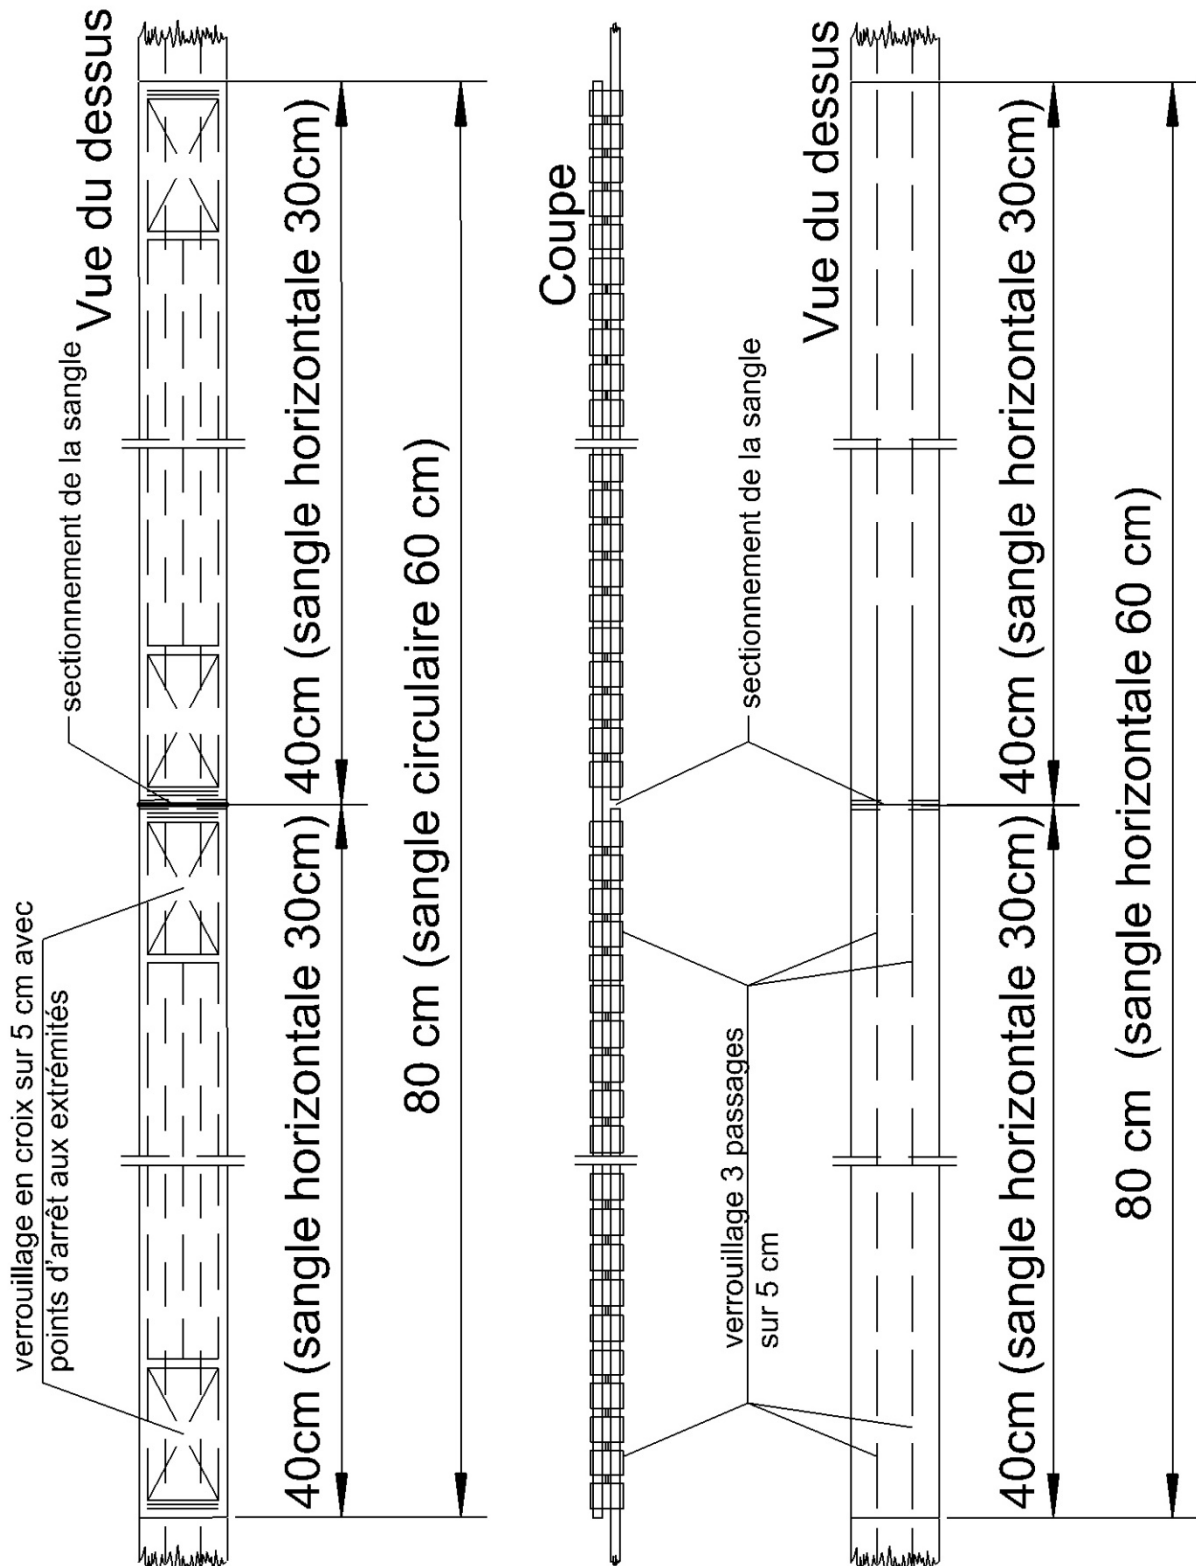
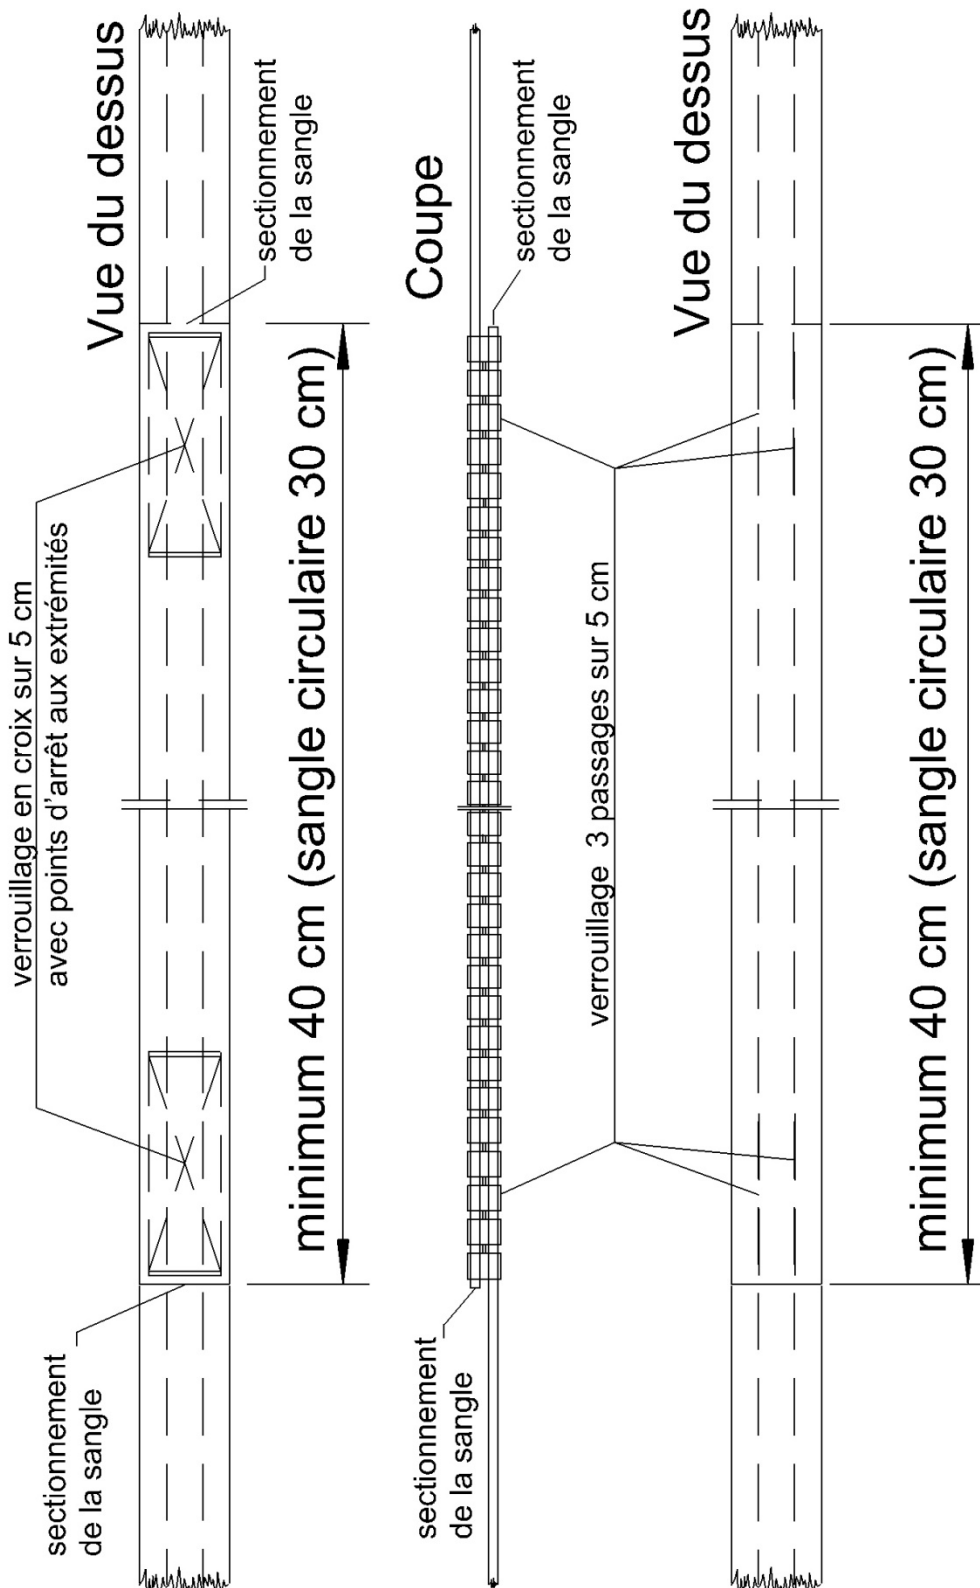

fig.3-7: Liaison d'une sangle de charge ou circulaire endommagée ou sectionnée
fig.3-8: Liaison de sangle de charge ou circulaire endommagée ou sectionnée
- 1) Si la sangle est déchirée partiellement ou carrément sectionnée, on procède à la superposition d'une sangle identique. La superposition dépasse de part et d'autre d'au moins 40cm l'endroit de la déchirure. On coud les deux sangles superposées. Le verrouillage des fils peut être réalisé par couture croisée ou par double couture parallèle. (fig.3-7: et fig.3-8:)
- 2) Si nécessaire, la sangle endommagée par brûlure ou déchirure est décousue et remplacée par une sangle identique. Le recouvrement est d'au moins 40 cm sur la sangle restante. Le verrouillage des fils peut être réalisé, comme précédemment, par couture croisée ou par double couture parallèle. (fig.3-7:)
Les sangles circulaires sont les sangles horizontales. Elles sont à réparer comme les sangles de charge. Cependant un recouvrement de 30 cm est suffisant (fig.3-8:).